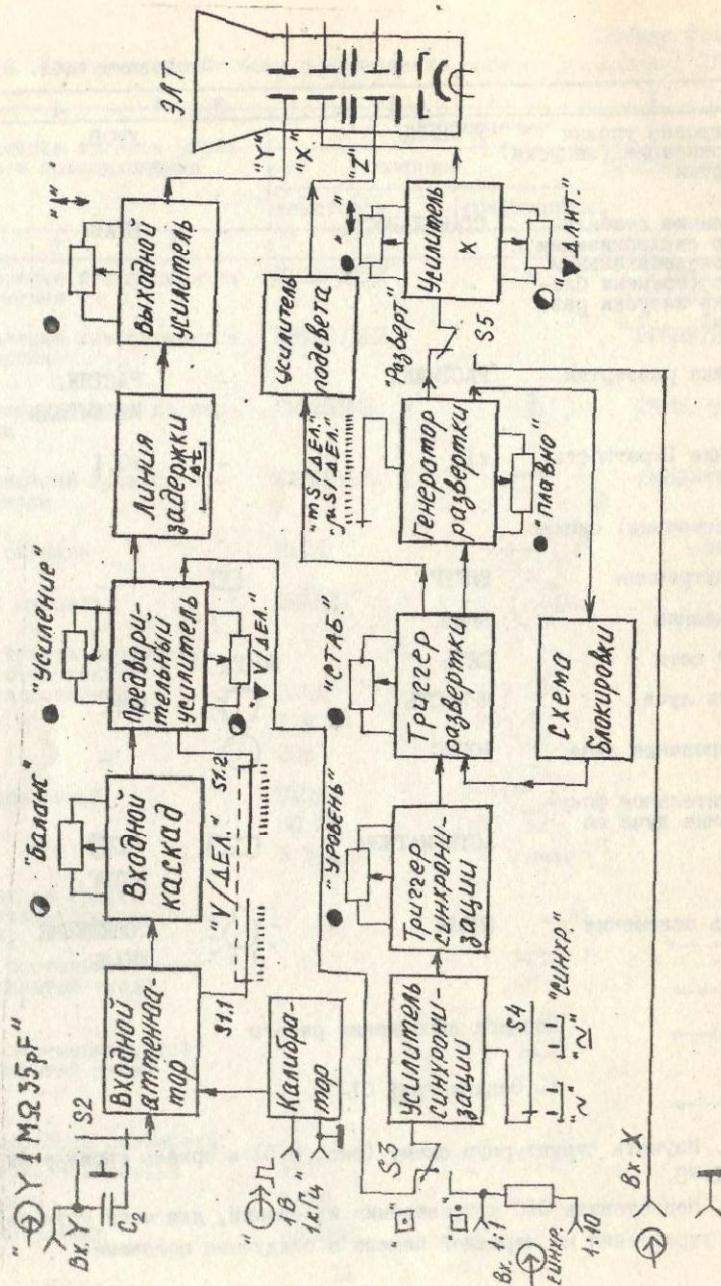

Рис. 8.5. Осциллограф С1-73
- Изучить структурную схему (рис. 8.5) и органы управления ЭЛО типа С1-73.